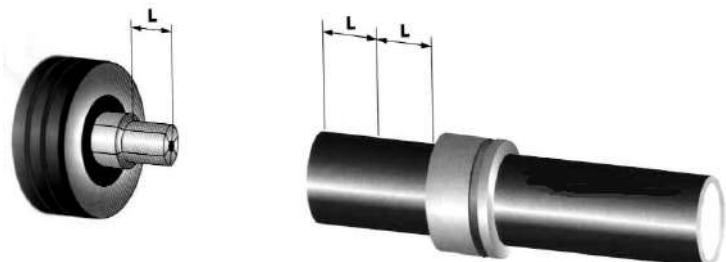

Рис. 22. Расстояние между торцом трубы и подвижной гильзой
6.1.7. Произвести развалицовку трубы в два приема, повернув расширительную насадку относительно трубы после первой развалицовки на 30° . Подвижная гильза не должна находиться в зоне развалицовки. Расстояние между торцом рабочей трубы и гильзой должно составлять не менее двух длин расширительной насадки (см. рис. 22).